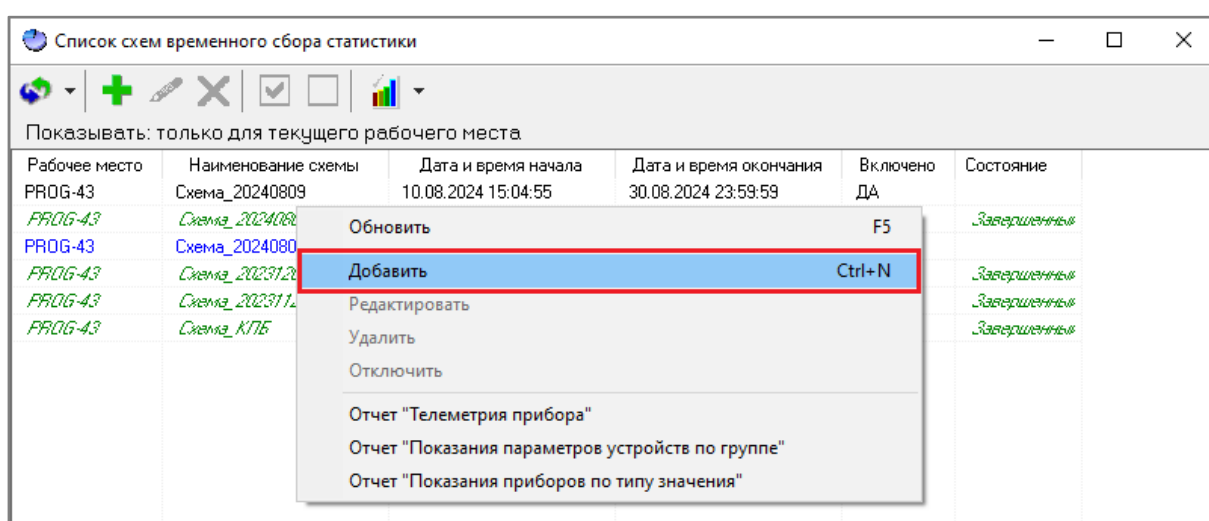

Рисунок 11-113 Создание схемы ВСС через контекстное меню области списка схем ВСС окна "Список схем временного сбора статистики"
- либо вызовите контекстное меню области списка схем ВСС (см. п. 11.6.1.2.1) окна «Список схем временного сбора статистики» и выберите в нем пункт «Добавить» (см. Рисунок 11-113);